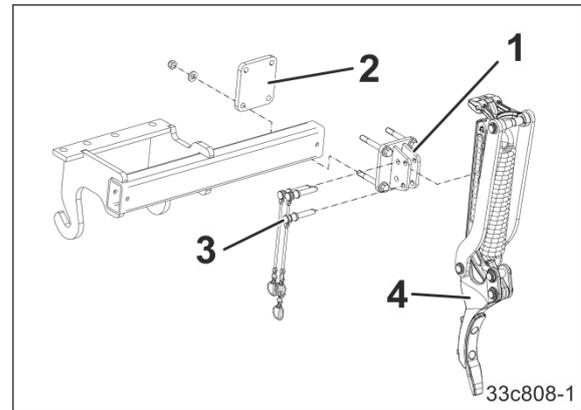

Fig. 78
1. Den Spurlockererhalter (Fig. 78/1) mit der Klemmplatte (Fig. 78/2) am Anbaurahmen anschrauben.
2. Den Spurlockerer (Fig. 78/4) mit dem Absteckbolzen (Fig. 78/3) ganz oben abstecken und mit einem Klappstecker sichern.